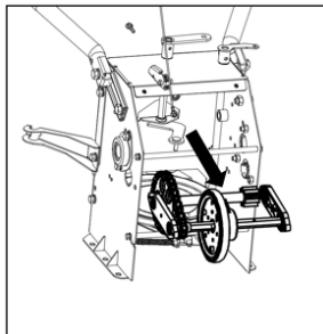

Рис. 33
4. С силой вытяните шестигранный вал, снимите шестигранный вал и переходной вал в сборе. См. рис. 33.